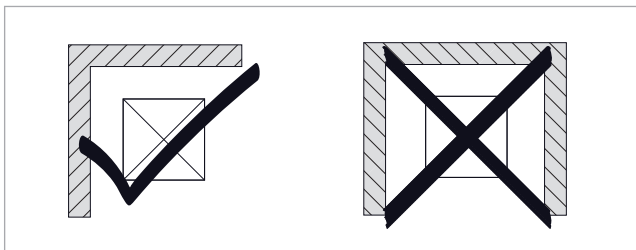

Fig. 3: Condiciones de instalación cerca de muros
- No instalar la bomba de calor en estructuras cerradas de tres lados, véase la → fig. 3